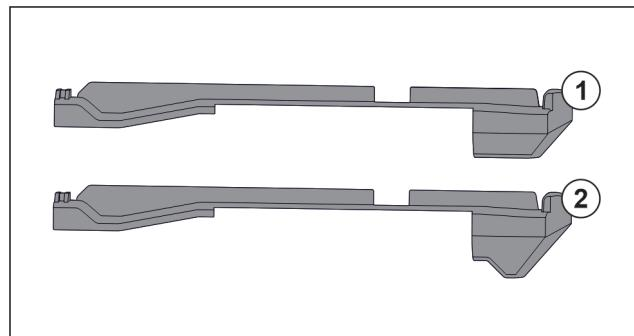

Fig. 31 Porovnanie násuvných dielov
V zariadení sa nachádzajú dva rozdielne násuvné diely. Násuvný diel nad spodnou zásuvkou Fig. 31 (2) má trojuholníkovú hranu. Všetky ostatné násuvné diely Fig. 31 (1) majú rovnú hranu.
► Namontujte násuvný diel Fig. 31 (2) s trojuholníkovou hranou nad spodnú zásuvku.
► Namontujte násuvný diel Fig. 31 (1) s rovnou hranou na všetky ostatné miesta.